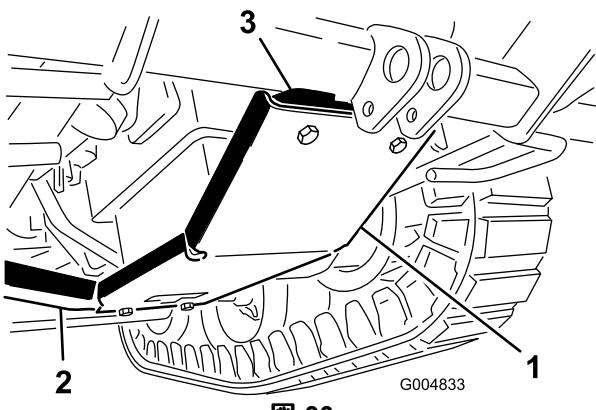

図 30
- 以下の手順でスキッドプレート 図 30 をエンジンの下部に取り付ける
- スキッドプレートの前部分を取り付けプレートに固定するフランジヘッドボルト 3/8 x 1-3/4 インチ 2本とフランジナット 3/8 インチを使用する 図 30。
- スキッドプレートの前部分を取り付けプレートに固定するフランジヘッドボルト 3/8 x 1-3/4 インチ 2本とフランジナット 3/8 インチを使用する 図 30。後ボルトは上から入れること。